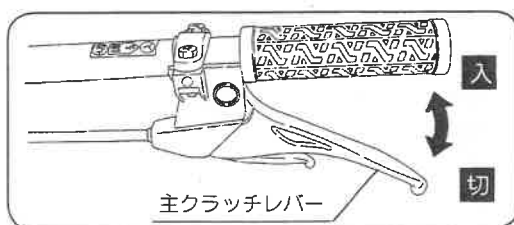

図15
- ②主クラッチレバーをゆっくり握りますとクラッチが入ります。(図15)